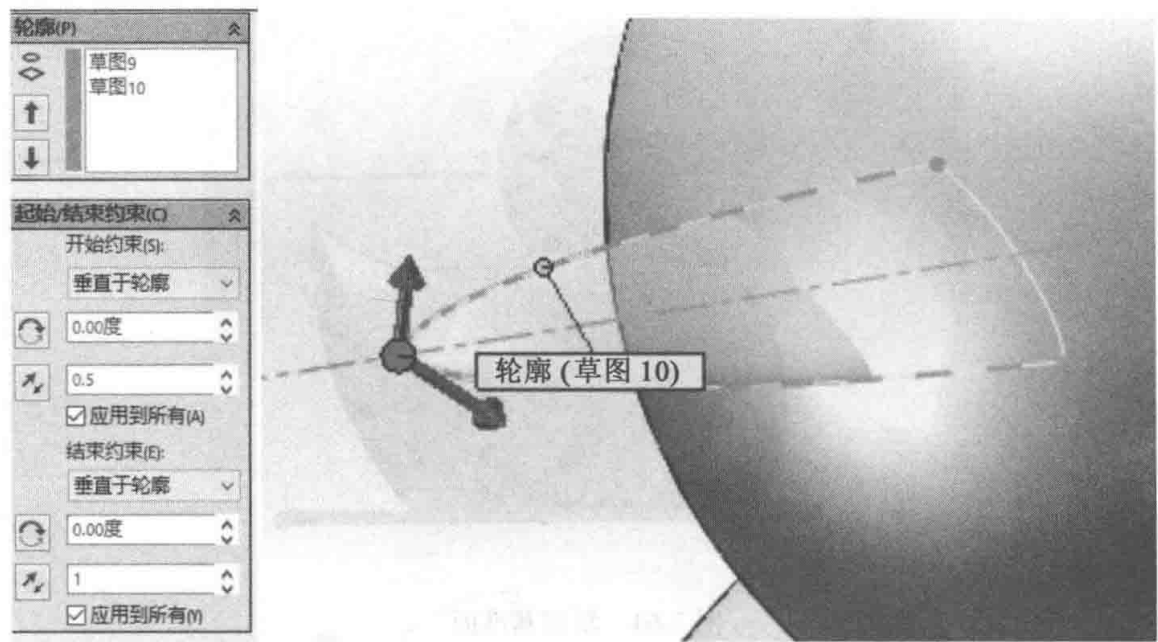

图 3-67 放样嘴
(5) 隐藏基准面 3，选择放样曲面，轮廓选择刚刚绘制的两个草图 9、草图 10，放样出小黄鸭的嘴，如图 3-67 所示。